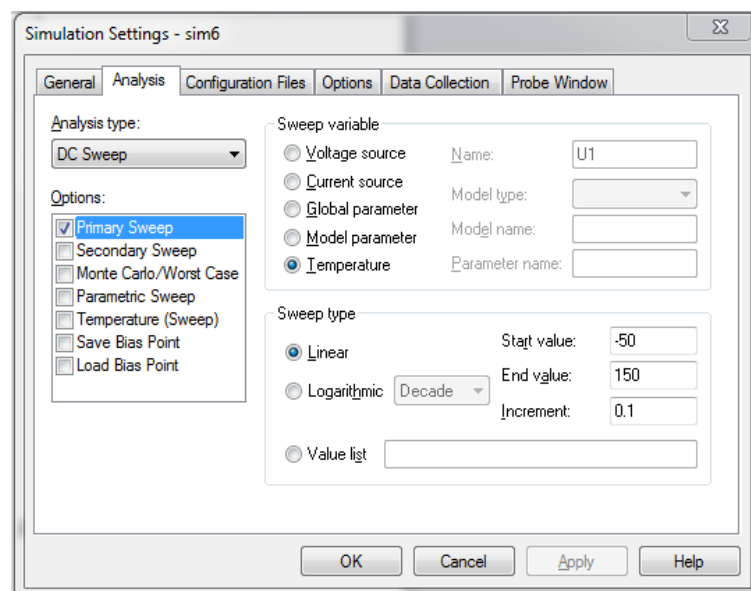
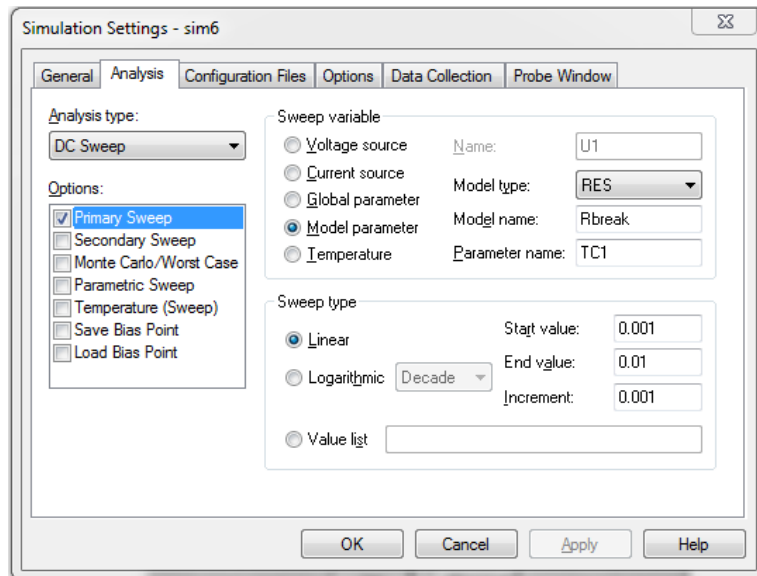

Рисунок 6.37 – Вікно *DC Sweep* з налаштуваннями для температури як змінюваного параметра
Рисунок 6.38 – Налаштування для температурного коефіцієнта як додаткового змінюваного параметра
50. Завантажте на екран *OrCAD Capture* схему термовимірювального моста *Termobridg.sch*. Відкрийте і налаштуйте вікна *Simulation Settings* у вкладці *DC Sweep*, як на рис. 6.37 та рис. 6.38.